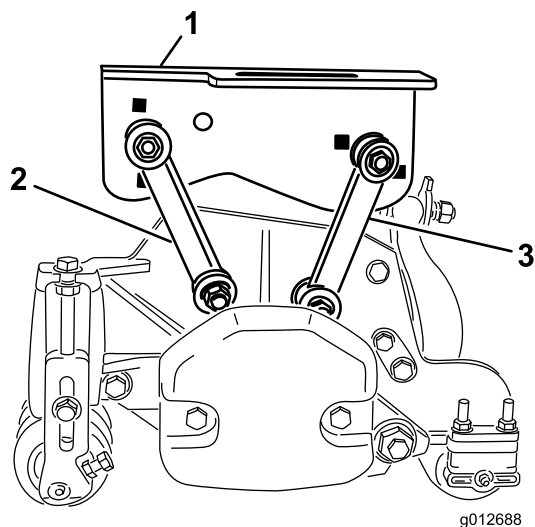

Рисунок 17
- Прикрепите передние монтажные тяги к отверстиям средних несущих рам с помощью болтов (3/8 x 2-1/4 дюйма), двух плоских шайб и контргаяк, как показано на Рисунок 17. Во время монтажа установите с каждой стороны тяги по шайбе. Затяните крепежные детали с моментом 42 Нм.
- Прикрепите задние монтажные тяги к отверстиям средних несущих рам с помощью болтов (3/8 x 2-1/4 дюйма), 2 плоских шайб и контргаяк, как показано на Рисунок 17. Во время монтажа установите с каждой стороны тяги по шайбе. Затяните крепежные детали с моментом 42 Нм.